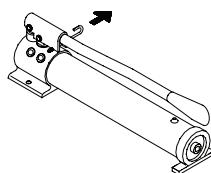

Figura 5: Tire del pasador de bloqueo con resorte; hágalo girar hacia atrás para destrabar la manija de la bomba.
- Tire del pasador de bloqueo con resorte, gire hacia atrás y destrabe la manija (Figura 5).